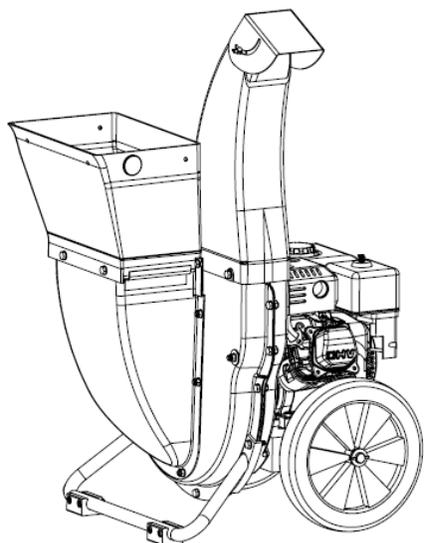

Figure 4
7. Fixez la partie intérieure de l'entonnoir d'alimentation (figure 4).